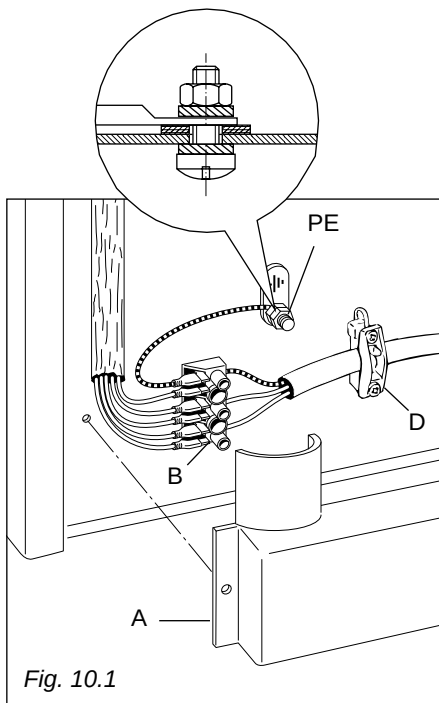

Fig. 10.1
- Dévissez les vis de fixation de la protection "A" située derrière la cuisinière (fig. 10.1).
- Placez le câble d'alimentation à travers du collier de serrage "D" (fig. 10.1).